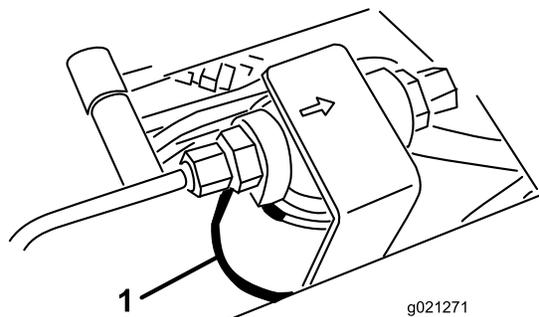
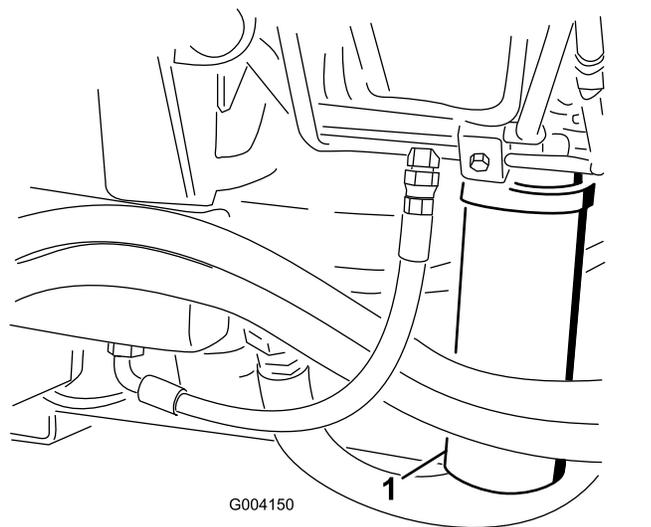

Рисунок 92
Рисунок 93
- Очистите область вокруг места крепления фильтра и установите сливной поддон под фильтр (Рисунок 92 и Рисунок 93).